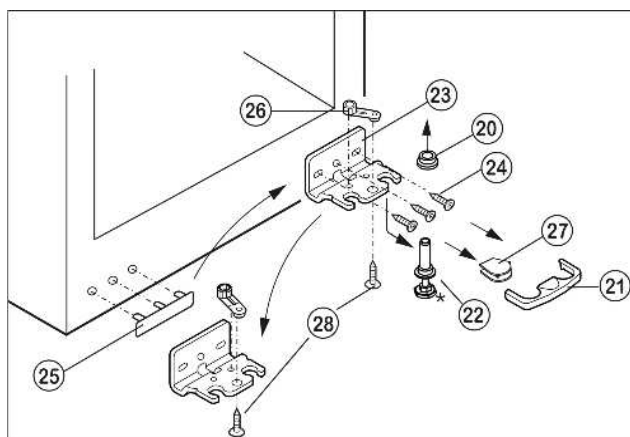

Fig. 5
- ▶ Предохранитель Fig. 5 (21) снимите движением вперед.
- ▶ Снимите крышку Fig. 5 (27).*
- ▶ Полностью вверните регулируемую опору Fig. 5 (22).
- ▶ Вытяните опорный палец Fig. 5 (22) вниз и вперед. При этом следите за гнездом шарнира Fig. 5 (20).
- ▶ Открутите опорный кронштейн Fig. 5 (23) (3 шт. Torx 25) Fig. 5 (24).
- ▶ Открутите опорную деталь Fig. 5 (26) (1 Torx 25) Fig. 5 (28) и, переставив в отверстие на противоположной стороне опорного кронштейна, снова прикрутите.
- ▶ Осторожно приподнимите и переставьте крышку Fig. 5 (25) со стороны ручки.
- ▶ Снова прикрутите опорный кронштейн Fig. 5 (23) на новой стороне шарнира (с моментом 4 Нм). При необходимости используйте аккумуляторный шуруповерт.
- ▶ Установите крышку Fig. 5 (27) на противоположной стороне.*
- ▶ Предохранитель (21) нужно зафиксировать сбоку на кронштейне, чтобы опорный палец и двери были защищены от выпадения.
- ▶ Снова защелкните предохранитель (21) на опорном кронштейне.
- ▶ Наденьте гнездо шарнира Fig. 5 (20).
- ▶ Установите дверцу сверху на нижний опорный палец Fig. 5 (22).
- ▶ При необходимости выровняйте дверцы через два продольных паза в нижнем опорном кронштейне *Fig. 5 (23)* параллельно корпусу устройства. Для этого выкрутите средний винт.